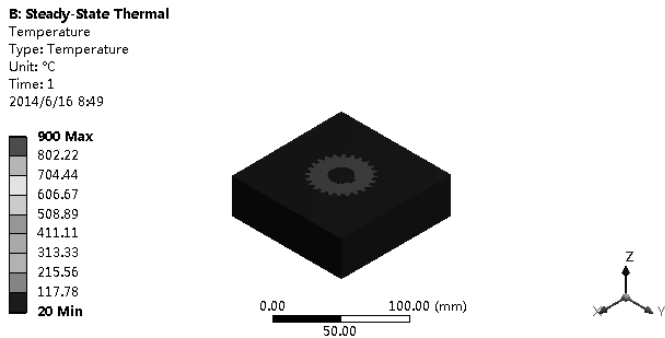

图 11-89 温度分析云图
2) 温度分析云图。在【Outline (分析树)】中选择【Solution (B6)】节点，单击其下的【Temperature】项 ，在图形窗口显示出温度分析云图，如图 11-89 所示。